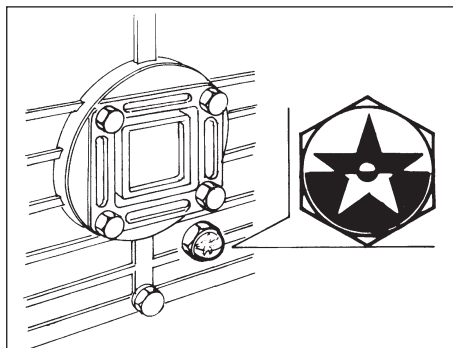

fig. 1
- contrôler le niveau de l'huile moyennant le bouchon transparent dans les compresseur lubrifiés (*figure 1*); le point rouge au centre en indique le niveau idéal (au cas où le niveau serait irrégulier, lisez le paragraphe "Interventions d'Entretien");